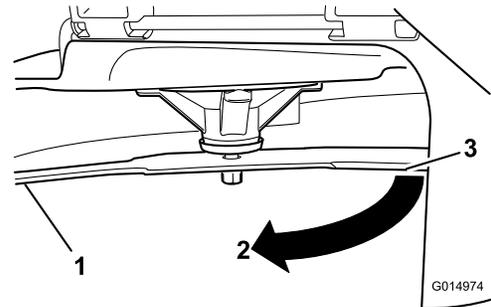

Figura 51
4. Gire la misma cuchilla 180 grados de manera que el otro extremo esté en la misma posición (Figura 51).